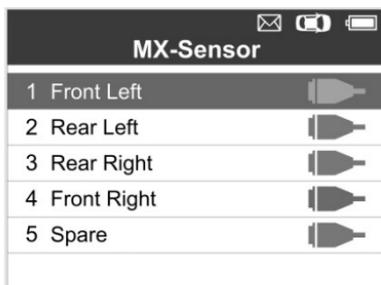
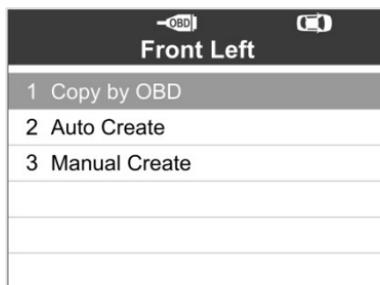

Imagen 5.20
Imagen 5.21
- 1) Siga los pasos 1 al 7 expuestos en **5.1 creación automática** para seleccionar el **sensor MX** para entrar en la función de programación. La marca OBD aparecerá a la derecha de la pantalla. (Imagen 5.20) Después de seleccionar la rueda específica y de pulsar el botón **Y**, la opción «copiar por OBD» está disponible en el menú de función. (Imagen 5.21)